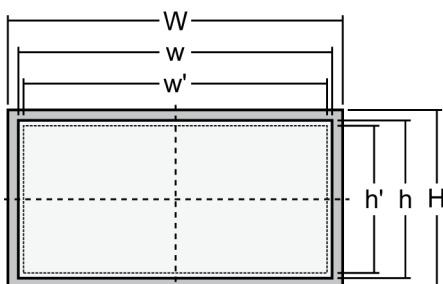

Abb. 29: Schematischer Ausschnitt
1. ➔ Schneiden Sie die Schalttafel entsprechend den Abmessungen in Abb. 29 aus.